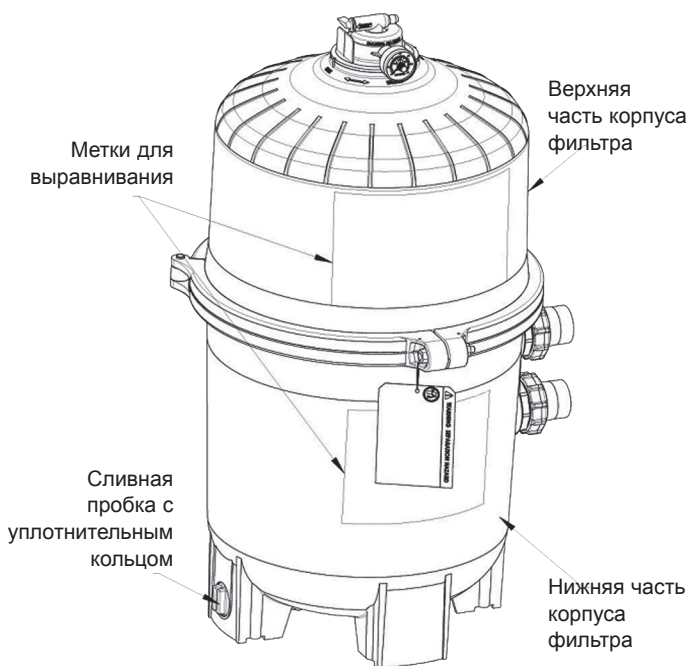

Рис. 5
1. Разместить металлическую армированную прокладку на нижнюю часть корпуса фильтра (Рис. 4). Разместить верхнюю часть корпуса фильтра на армированную металлическую прокладку Hayward DEX2422Z2 и нижнюю часть корпуса фильтра в положение, которое не препятствует выполнению всех операций таким образом, чтобы были видны все метки и верхняя часть корпуса фильтра была отцентрирована по отношению к нижней части корпуса фильтра. Сильно прижать вниз для установки верхней части корпуса фильтра. (Рис. 5)
2. Установить заглушку фильтра. Концы заглушки фильтра должны установиться в закрепленном положении для безопасности таким образом, чтобы видны были эксплуатационные метки на корпусе фильтра (Рис. 5).